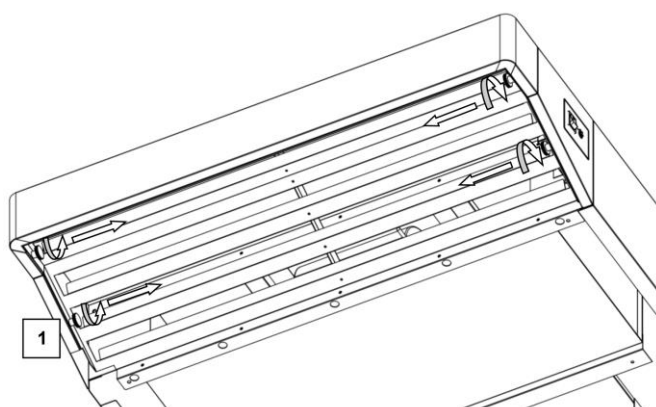

Fig. 4.1
- Svitare i pomelli che fissano la griglia sul lato sinistro e sul lato destro (Fig. 4.1. part. 1);